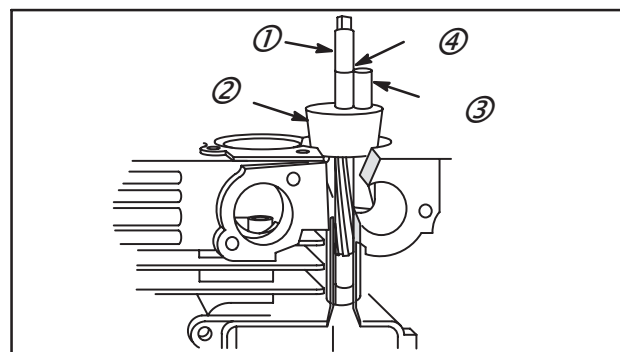

Fig. 13
1. Placer le pilote de l'alésoir de défonce (1) **Réf. : 19231** dans le guide de soupape.
2. Glisser le guide d'alésoir (2) **Réf. : 19234**, sur l'alésoir jusqu'à ce que le guide appuie sur le siège.
3. Placer le guide de remplacement **Réf. : 231218** sur le dessus du guide et marquer l'alésoir 1,6 mm (4) au-dessus du guide (3), Fig. 13.
11. Finir d'aléser les **Réf. : 261961** et **231218** avec l'alésoir de finition **Réf. : 19233** et le guide **Réf. : 19234** comme pilote, Fig. 13.